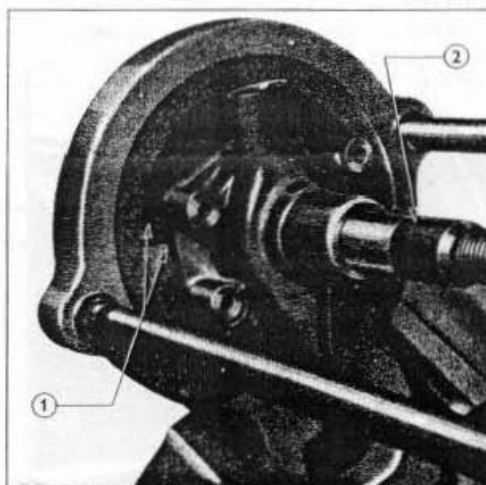

Fig. 40 = Reprise de l'ensemble Arbre-roulement
1. Faire entrer à force dans le carter de pompe l'ensemble arbre-roulement (l'extrémité la plus longue de l'arbre correspondant à la turbine) jusqu'à ce que le roulement soit parfaitement ajusté dans le carter; effectuer cette opération à l'aide des adapteurs à fente T 7000-17a et de l'adaptateur creux T 7000-17g comme le montre la fig. 40.